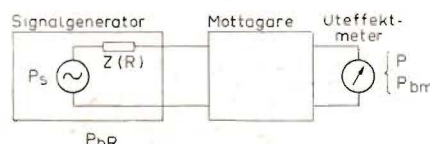

Fig. 1. Principen för uppmätning av brusfaktorn för radiomottagare.
ningskontrollen till ett visst på uteffektmeter avläsbart värde (P_{bm}). Signalgeneratoren slås till och dess uteffekt varieras tills uteffektmeter visar värdet $2P_{bm}$. Härav fås (jfr fig. 1) $P = P_{bm}$. Ur ekv. 2 fås, då $P = P_{bm}$, $F_b = P_s/P_{bR}$. Ur ekv. (1) och (3) fås sedan